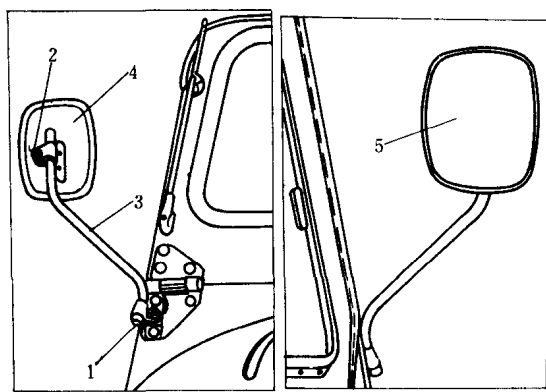

图 1-18 后视镜
18. 后视镜(图 1-18) 装于前风窗左右两侧的铰链上。为了得到良好的后部视野,可按下述方法调整: